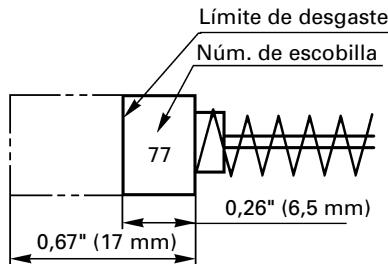

Fig. 21
## 5. Inspeccionar los escobillas de carbono (Fig. 21)
**NOTA:** Utilice las escobillas HITACHI Núm. indicadas en la Fig. 21.